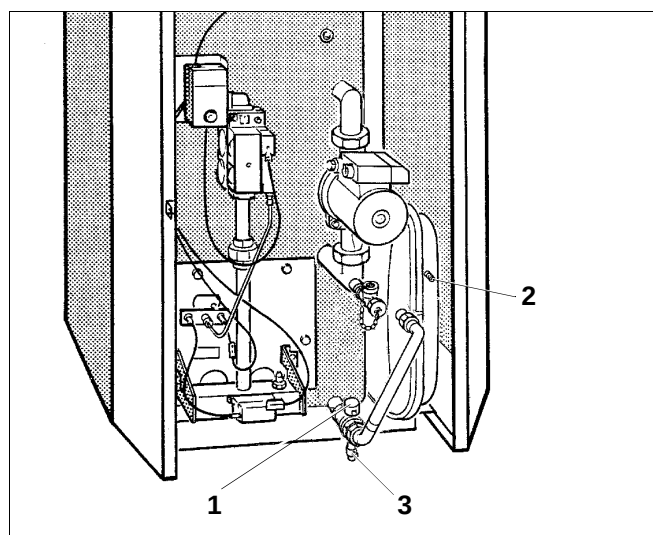

Fig. 44 Vase d'expansion; à partir du type 21-4 à l'arrière de la chaudière
- Retirer le capuchon de fermeture du point de mesure (fig. 44, **pos. 2**) et actionner brièvement la soupape à azote. S'il s'échappe de l'eau, la membrane est défectueuse. La membrane ou le vase d'expansion doivent être remplacés.
- Retirer le couvercle rouge et fermer le robinet d'arrêt (fig. 44, **pos. 1**).
- Laisser couler l'eau résiduelle du vase d'expansion de pression par le robinet de vidange (fig. 44, **pos. 3**).
- Retirer le capuchon de fermeture du point de mesure (fig. 44, **pos. 2**), mesurer la pression et la corriger si elle ne correspond pas à la pression d'admission adéquate pour l'installation (pression de l'installation moins 0,2 bar à froid).
- Fermer le couvercle de fermeture, ouvrir le clapet anti-retour et remplacer le couvercle rouge (fig. 44, **pos. 1**).
Légende pour fig. 44